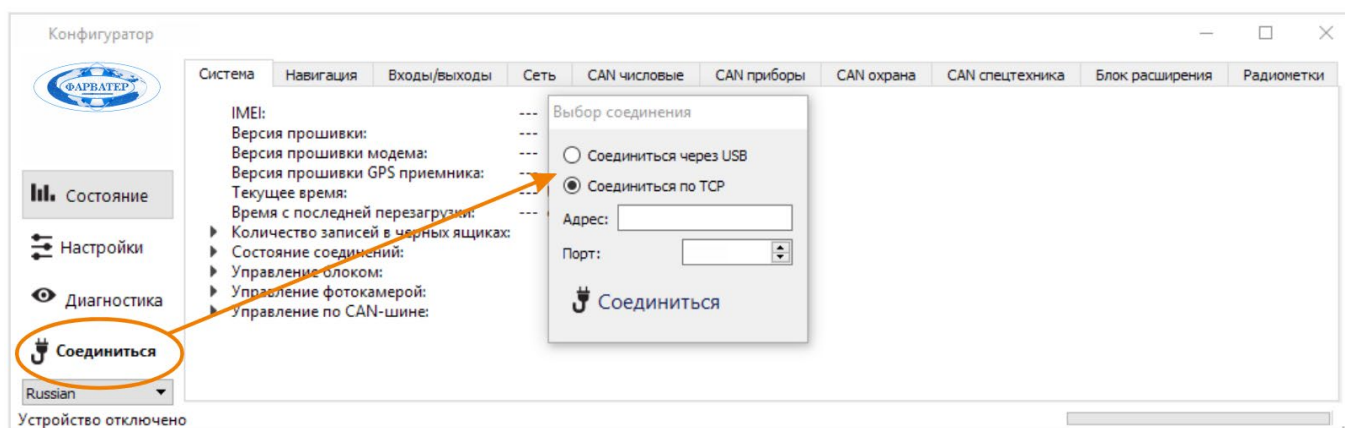

Рис.4.1.
- Запустите на компьютере программу «Конфигуратор», нажмите кнопку «Соединиться» и выберите «Соединиться через USB» или «Соединиться по TCP» (Рис. 4.1.).